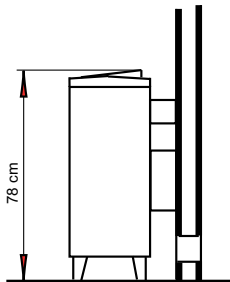

Abb. 7
4. Das Saunaheizgerät mit den Aufnahmeschlitzern der Rückwand in der Wandhalterung einhängen und an den Abstandhalter anlegen (Abb.7).